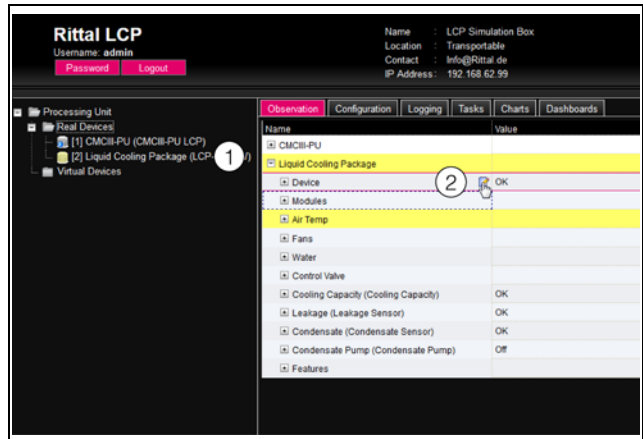

Рис. 100: Выбор нескольких параметров
- Разверните элемент "Liquid Cooling Package" нажатием на символ "плюс" перед именем элемента (рис. 100, поз. 1).
- Подведите курсор мыши к концу первого столбца в строке "Device" (рис. 100, поз. 2). Появится символ "Edit" и курсор мыши примет форму "руки".